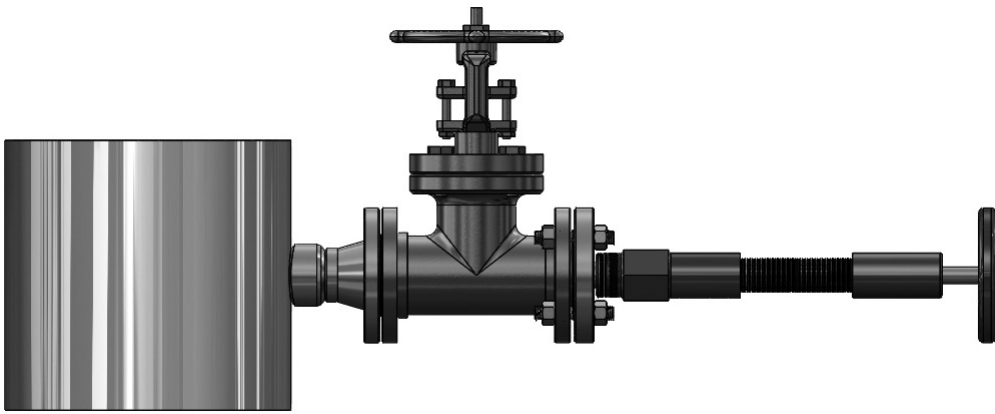

图 6.在线开孔工具
- 当探头截止阀处于全开位置时，安装适当的在线开孔工具（参见图 6），并在管道上钻孔（孔径参照下表）。按照在线开孔工具的说明进行操作。